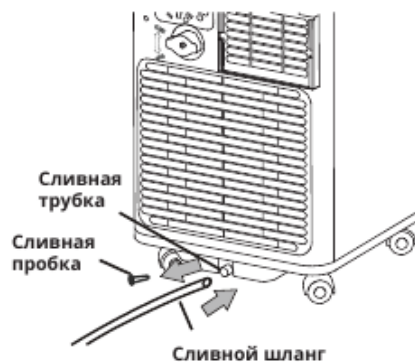

Рис. 20
**Непрерывный слив (рис. 20)**